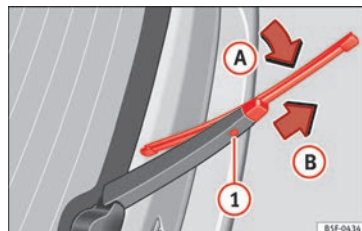

Fig. 201 Cambio de la escobilla de la luneta trasera.
- Rote la escobilla ligeramente » fig. 201 (flecha ❶).
- Mantenga presionada la tecla de desbloqueo ❶ y tire al mismo tiempo de la escobilla en el sentido que indica la flecha ❷.
- Inserte en el brazo limpialuneta una escobilla nueva **de la misma longitud y tipo**, en sentido contrario a la flecha ❷ hasta que encastré la tecla ❶.